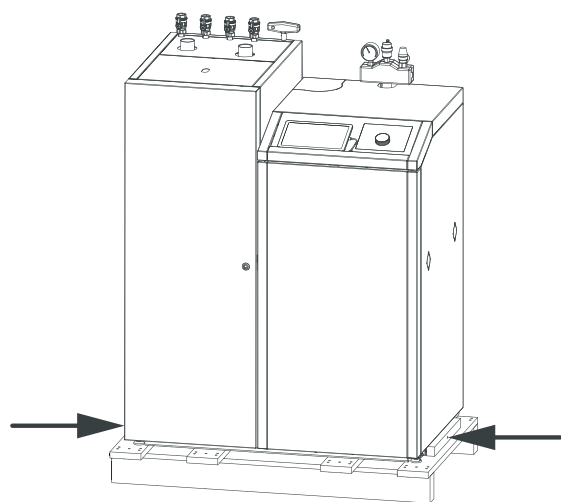

Fig. 7 Rimuovere 2 viti nel pallet di base
- ▶ Rimuovere le 2 viti in basso sulla parte inferiore del pallet di base (Fig. 7) e sollevare la caldaia a pellet dal pallet di base.